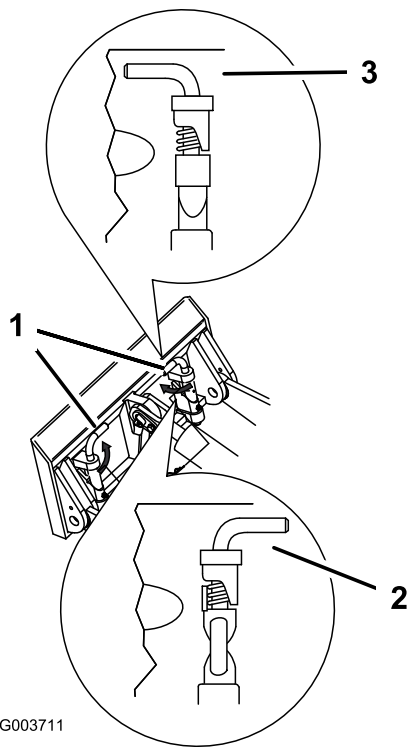

Figure 28
7. Engagez complètement les goupilles à fixation rapide dans la plaque de montage (Figure 28).